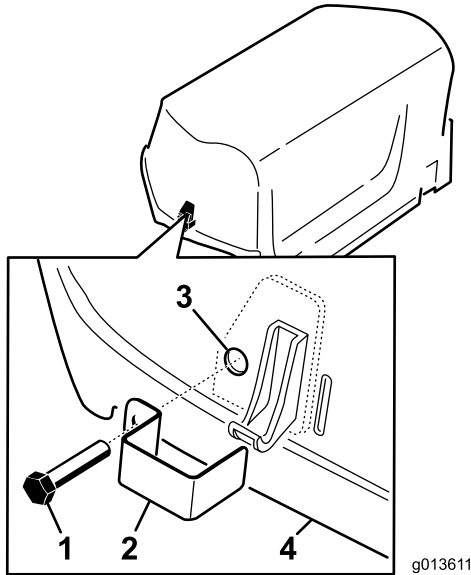

图7
1. 用带头螺栓共 2 个将闩锁盖安装到左、右侧机罩闩锁上 图7。
2. 用钳子或可调扳手将内锁定垫圈拧到各个螺栓12个螺纹以固定螺栓 图7。